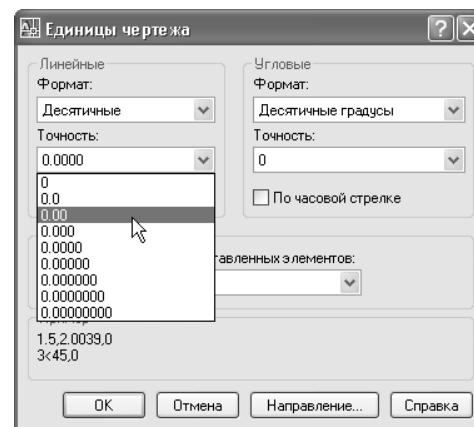

Рис. 3.2 ▼ Раскрывающийся список **Точность** (Precision) для системы единиц **Десятичные** (Decimal)
- Теперь обратите внимание на два раскрывающихся списка **Точность** (Precision), которые в группах **Линейные** (Length) и **Угловые** (Angle) находятся под списками **Формат** (Type). Щелкните на кнопке раскрытия списка **Точность** (Precision) в группе **Линейные** (Length). Список открывается, и в нем будут перечислены допустимые значения точности для системы единиц **Десятичные** (Decimal) (рис. 3.2).